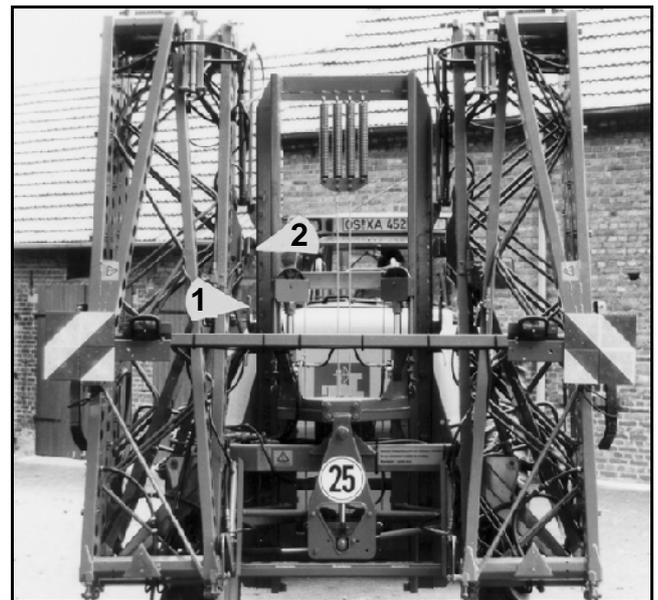

Fig. 8.69
- Levantar el varillaje mediante los pulsadores de la regulación de altura (Fig. 8.69/1) hasta que los soportes de captación liberen las escotaduras de captación (Fig. 8.69).